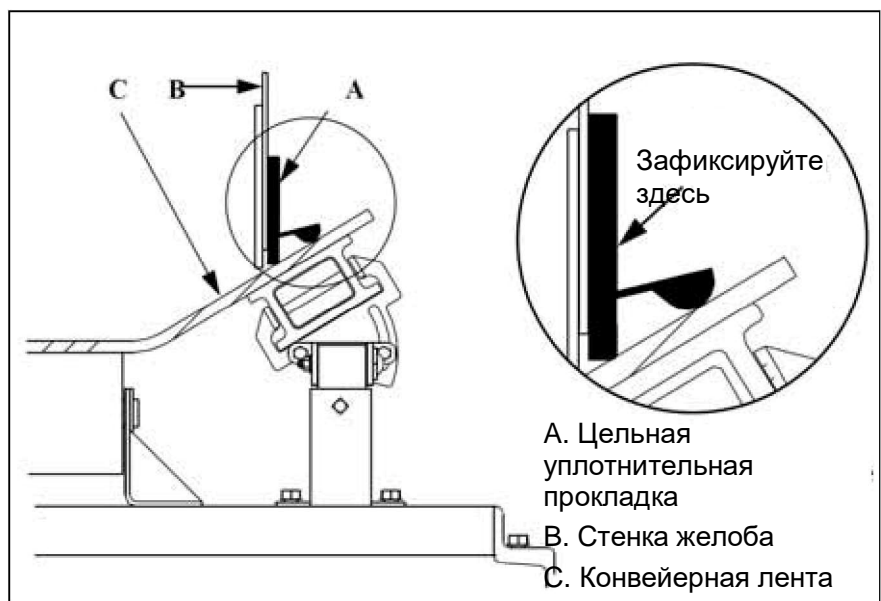

Рис. 5: Монтаж цельной уплотнительной прокладки, выполненной из резины
1. Установите вспомогательную уплотнительную прокладку из резины или цельную уплотнительную прокладку из резины (А, рис. 5) на стенку желоба (В, рис. 5).
2. Отрегулируйте уплотнительную прокладку так, чтобы она лежала на конвейерной ленте (С, рис. 5), но не давила на нее. Если вспомогательная уплотнительная прокладка выступает над конвейерной лентой, отрежьте ее с помощью ножа так, чтобы она была на одном уровне с конвейерной лентой. Постарайтесь, чтобы не менее двух ребер вспомогательной уплотнительной прокладки располагались на конвейерной ленте. Это невозможно обеспечить при использовании цельной уплотнительной прокладки.